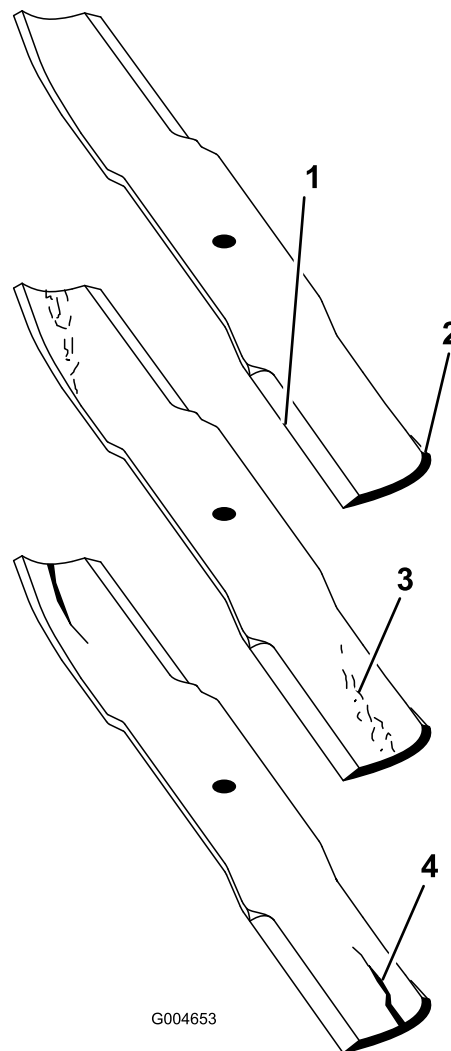

Figure 73
- Examinez le tranchant des lames (Figure 73). Si les lames sont émoussées ou présentent des indentations, déposez-les et affûtez-les. Voir Affûtage des lames (page 42).
- Inspectez les lames, en particulier l'ailette (Figure 73). Remplacez immédiatement toute lame endommagée, usée ou qui présente une entaille (Figure 73).